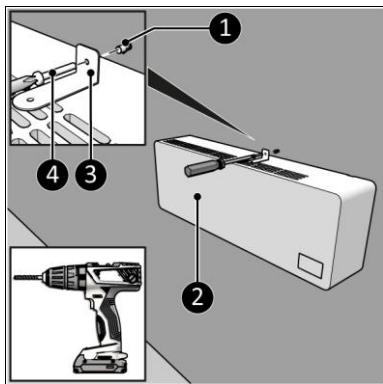

Figure 9
- Placez le support accompagnant le produit sur le dessus du chauffage (figure 9, pos.2) avec le côté court contre le mur.
- Percez un trou à l'endroit marqué et insérez une cheville (figure 9, pos. 3).